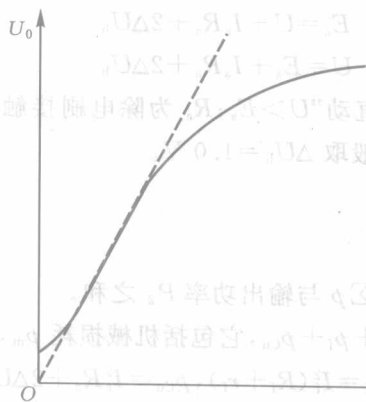

图 1.7 直流发电机的空载特性曲线
(1) 空载特性  $U_0 = f(I_f)$  当  $n = n_N, I = 0$  时, 调节励磁电流, 端电压  $U_0$  随励磁电流  $I_f$  变化的关系称之为“直发”的空载特性, 其曲线如图 1.7 所示。